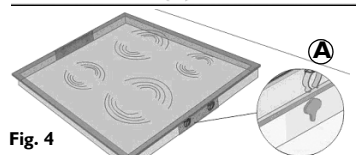

Fig. 4
- Inserire il piano cottura nel foro praticato facendo in modo che le mollette (**A**) si blocchino negli appositi riscontri delle staffe (**C** Fig. 4 e 5).